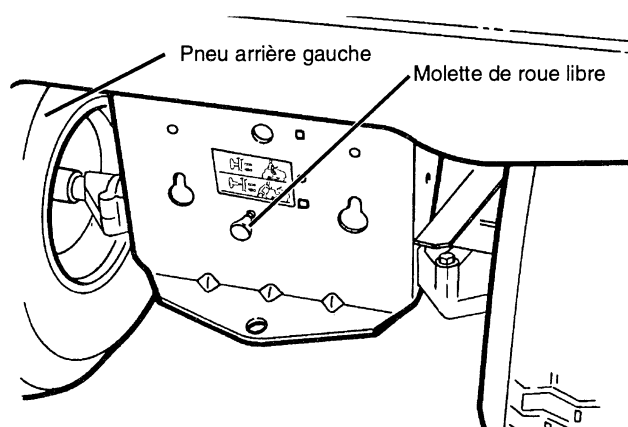

FIGURE 3
TRACTEUR HYDROSTATIQUE SEULEMENT (voir Fig. 3) :
- Aller à l'arrière du tracteur. Sur l'arrière du tracteur situer la molette de roue libre et la tirer jusqu'à ce qu'elle se bloque en position entièrement allongée (voir Fig. 3). Ceci relâche le verrouillage hydrostatique dans la transmission, permettant d'être en roues libres pour déplacer le tracteur.